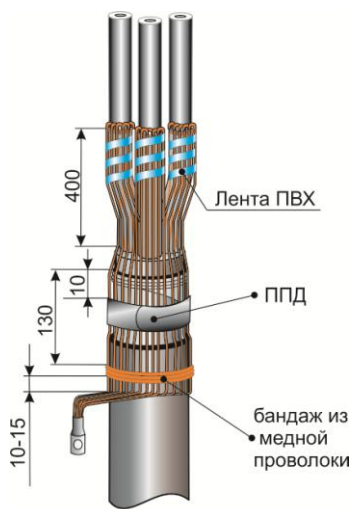

Рис.5
5. Удалить ленты, бандажирующие экран. Расплести проволоки и отогнуть до бандажа. Отогнутые проволоки уложить по каждой жиле и зафиксировать лентой ПВХ на длине 400мм от слоя межфазного заполнителя. Затем концы проволок уложить на оболочку и броню кабеля и зафиксировать бандажом из 3-4 витков медной проволоки на оболочке и пружиной постоянного давления на бронелентах кабеля. Расстояния указаны на Рис.5. Проволоки медного экрана скрутить в жилу и оконцевать наконечником. Размотать электропроводящую бумагу до изгиба проволок экрана и аккуратно удалить ее.